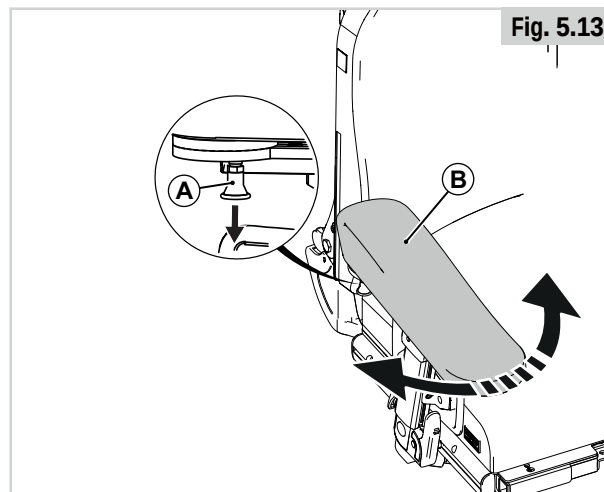

Fig. 5.13
5.8 Hemiplegi armstöd (Fig. 5.13)